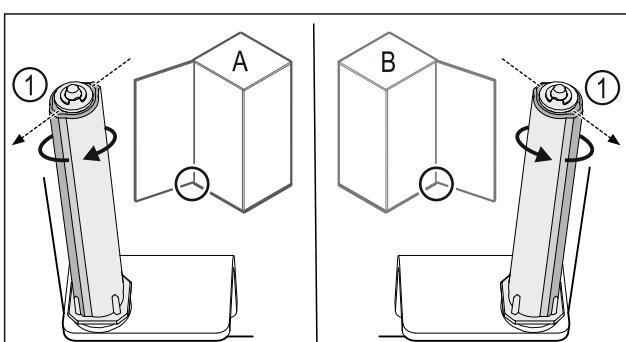

Fig. 55 Ľavý doraz (A)/pravý doraz (B)
- Otáčajte systém zatvárania proti odporu, kým nebude mostík systému zatvárania Fig. 55 (1) ukazovať von.